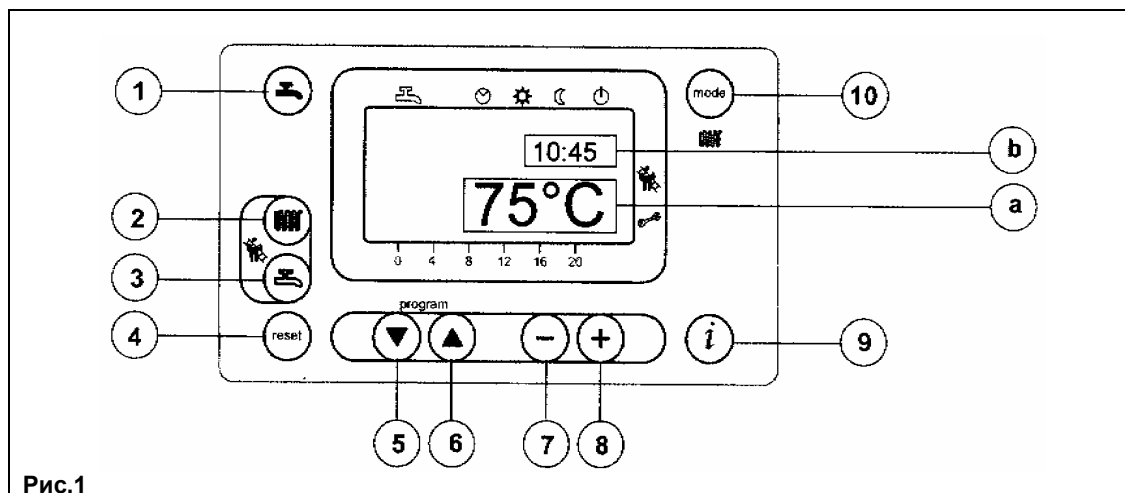

Рис.1
- Для установки значения температуры воды системы отопления нажмите кнопку (поз. 2 Рис. 1);
- нажмите одну из кнопок (поз. 1 или 10 Рис. 1) для запоминания значения и возврата в основное меню.
- Для установки максимального значения температуры воды системы ГВС нажмите кнопку (поз. 3 Рис. 1);
На основном дисплее (Рис. 1а) одновременно с кодом неисправности высвечивается символ  (Рис. 4).